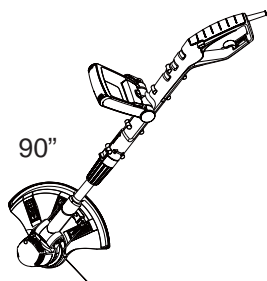

Imagen.20
- > Para bordear, pulse el botón y gire el mango. El mango girará a la posición de 90°, 180°, mientras se pulsa el botón (Imagen 20,21). Cuando el mango esté en la posición correcta, el botón quedará acoplado. El mango solo girará en una dirección.